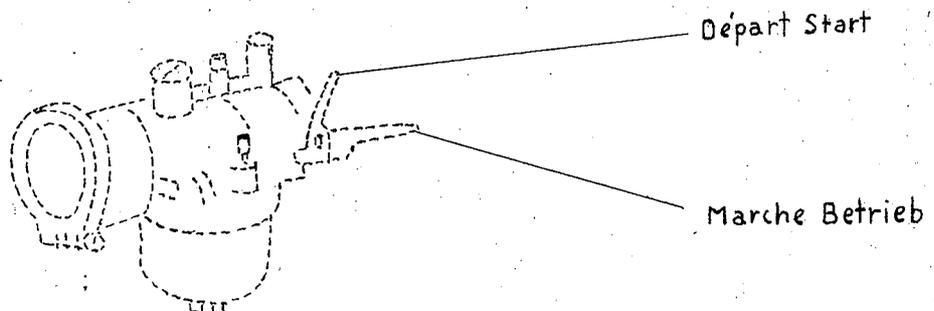

fig. 2
- Placer le choke (fig.2) du carburateur en position "Départ"
- Choke (fig.2) auf "Start" stellen